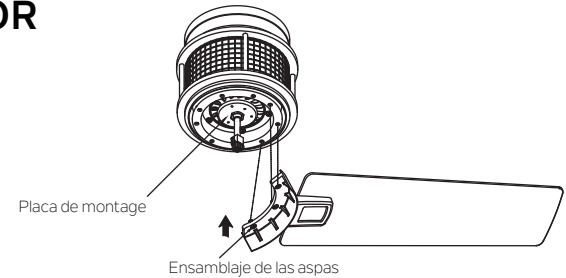

Fig. 14
Paso 2. Ajuste el ensamblaje de las aspas en los orificios ubicados en la parte inferior del volante. Ajuste los dos tornillos "preinstalados" del motor en el soporte del asa. Repita los pasos con el resto de los ensamblajes de las aspas. (Fig. 14)